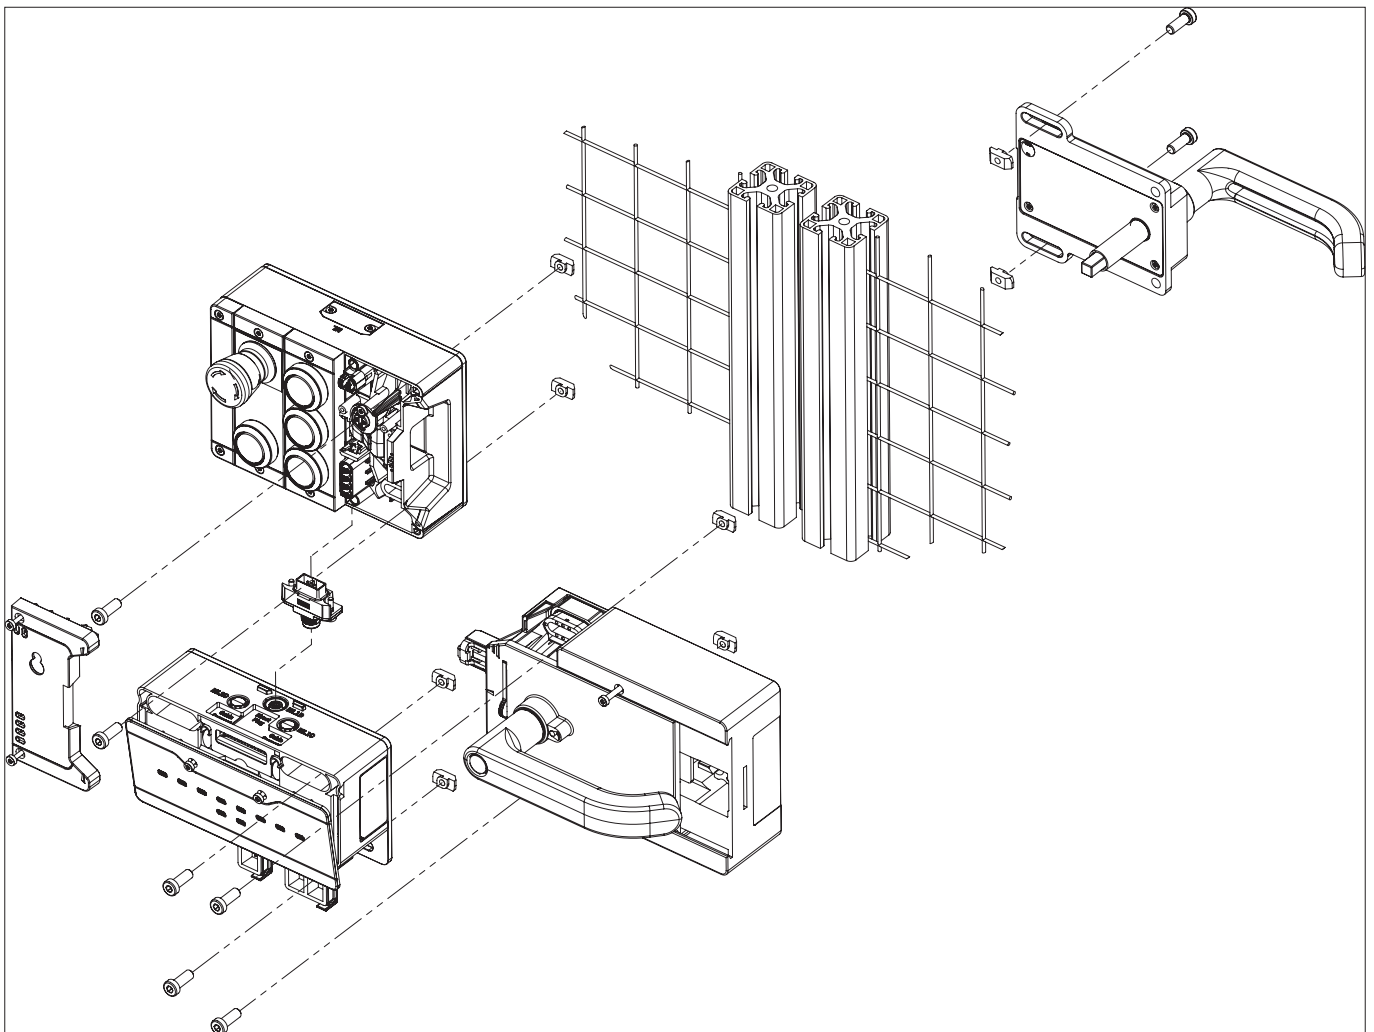
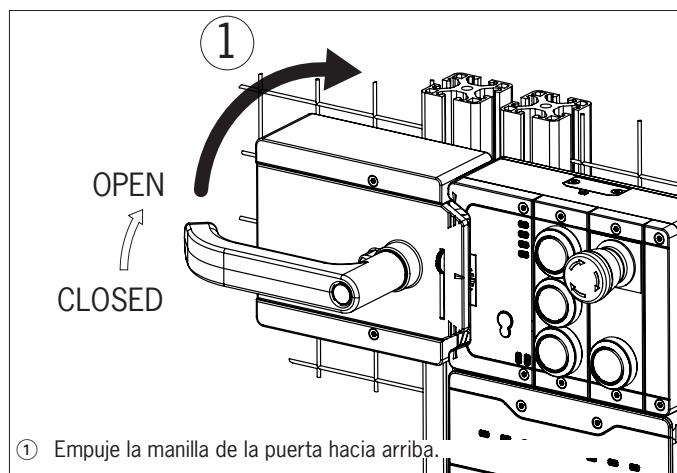
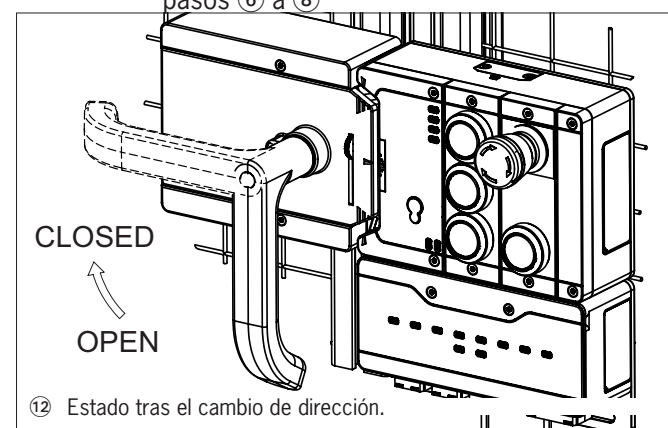

Fig. 9: Ejemplo de montaje para puertas con sujeción a la derecha (representación esquemática)
Fig. 11: Cambio de la dirección de accionamiento, paso ①
Fig. 16: Cambio de la dirección de accionamiento, estado final
- › Alinee el eje del dispositivo de desbloqueo antipánico en ángulo recto con el módulo con manilla. Véase la Fig. 9.
- ▶ Durante el montaje, asegúrese de que la orientación sea correcta. Utilice como guía los indicadores de orientación que hay en la carcasa del módulo de enclavamiento o bloqueo y en la carcasa del módulo con manilla (véase la Fig. 9).
Para los pasos de montaje, consulte la Fig. 9 y de la Fig. 11 a la Fig. 16.
- El sistema se monta de forma invertida para las puertas con sujeción a la izquierda. Es decir, el resguardo se abre presionando hacia arriba la manilla de la puerta (consulte la *Fig. 11*). Por este motivo, es necesario cambiar la dirección de accionamiento de la manilla (véase de la *Fig. 11* a la *Fig. 16*).